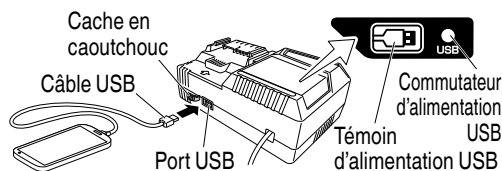

Fig. 9
- (2) Mettez le commutateur d'alimentation USB sur marche (Fig. 9)
- (3) Connectez le câble USB. (Fig. 9)
- Mettez le commutateur d'alimentation USB sur arrêt et débranchez le câble d'alimentation de la prise électrique. (Fig. 9)